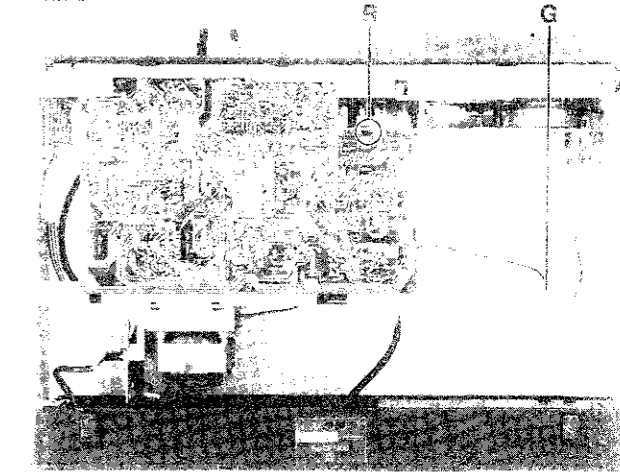

Abb. 4
- Beim Einbau darauf achten, daß die Druckplattenöse R im Laufwerk einrastet (Abb. 4).